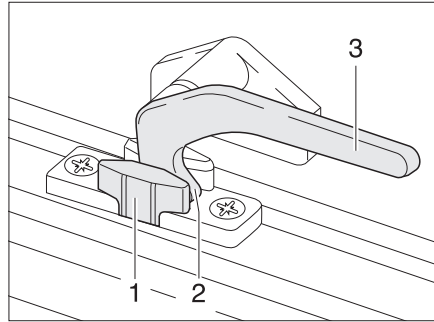
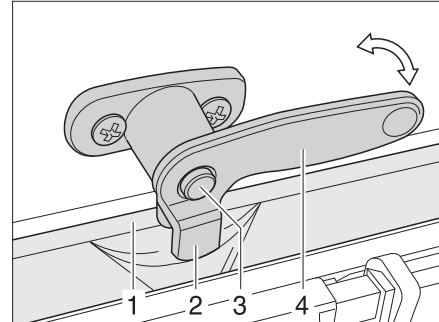

Bild 71 Verriegelungshebel in Stellung "Dauerbelüftung"
Bild 72 Verriegelungshebel mit Sicherungsknopf in Stellung "Dauerbelüftung"
- in Stellung "Dauerbelüftung" (Bild 71)
- Falls vorhanden, den Sicherungsknopf (Bild 72,3) drücken und gedrückt halten.
- Den Verriegelungshebel (Bild 71,3 bzw. Bild 72,4) eine viertel Umdrehung zur Fenstermitte hin drehen.
- Den Verriegelungshebel wieder zurückdrehen. Die Verriegelungsnase (Bild 71,2 bzw. Bild 72,2) dabei in die Aussparung der Fensterverriegelung (Bild 71,1 bzw. Bild 72,1) einfahren.